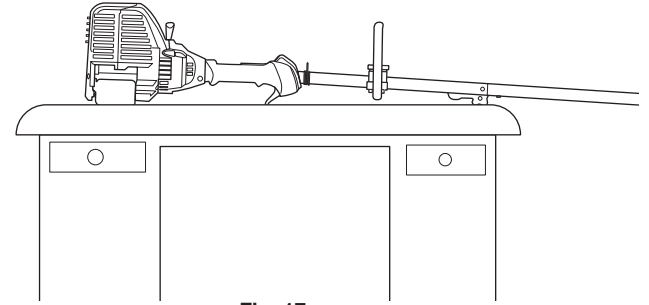

Fig. 17
2. **Ubique la unidad sobre una superficie plana y nivelada**, como un banco de trabajo o una mesa. El protector del cabezal de corte debe quedar colgando del borde de manera que el motor quede nivelado (Fig. 17).